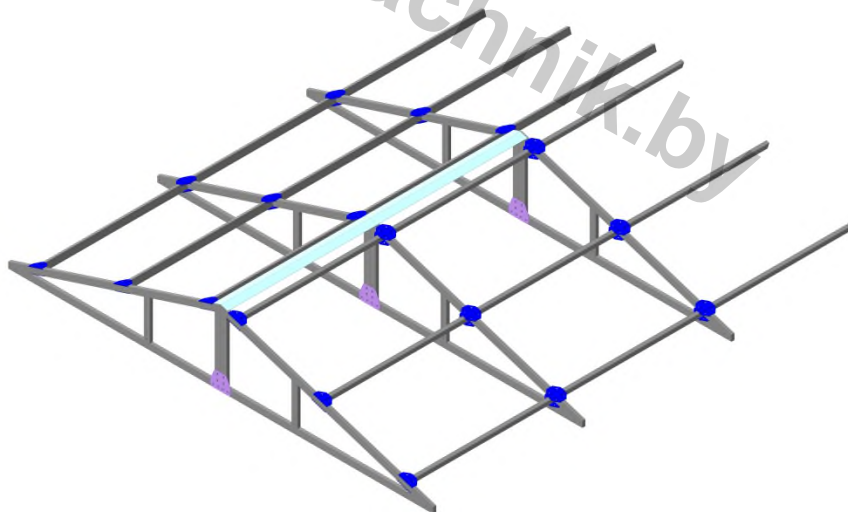

РИС. 5
4.1.5. Установите конек (согнут под 144°) при помощи саморезов 4,2x19 (РИС. 5).